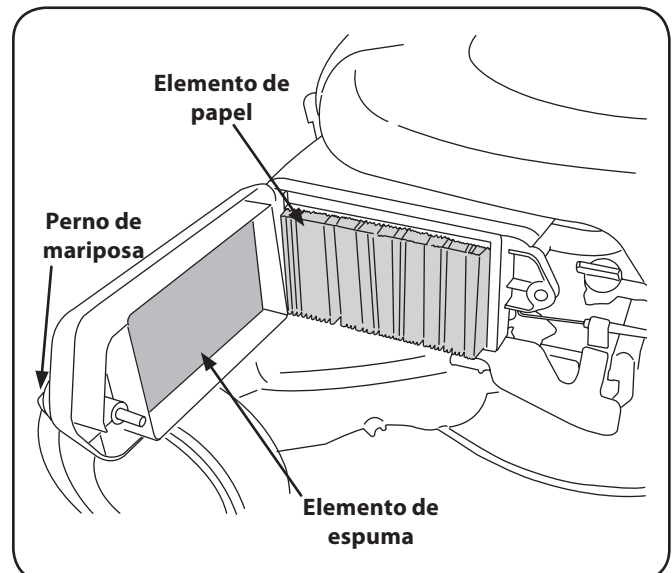

Figura 6-2
1. Retire el perno de mariposa y la cubierta del depurador de aire. Retire los elementos de espuma y papel. Vea la Figura 6-2. Sustituya el elemento de papel cuando sucio o dañado. Sustituya el elemento de espuma cuando dañado.